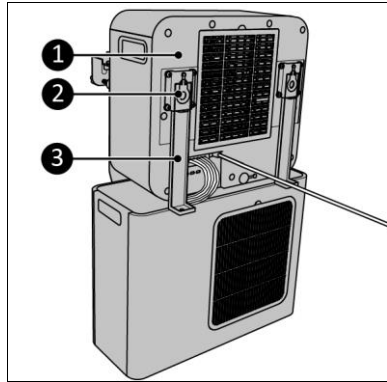

Figure 8
7. Fixez les supports supérieurs pour caravane (figure 8, pos. 3) à l'unité intérieure (figure 8, pos. 1) en utilisant les crochets en caoutchouc (figure 8, pos. 2).